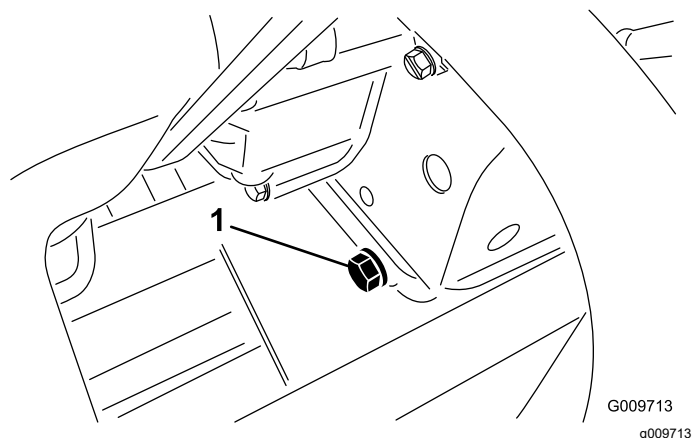

Figura 79
2. Togliete il tappo di spurgo (Figura 79) e lasciate defluire l'olio in una bacinella.